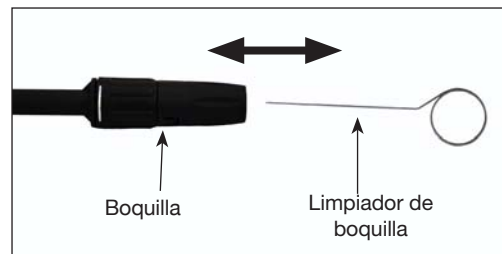

Figura 21
- Usando el limpiador de puntas que se incluye, o un sujetador de papeles desdoblado, introduzca el alambre en el orificio de la boquilla y muévelo hacia adelante y hacia atrás hasta quitar la obstrucción (vea la figura 21).